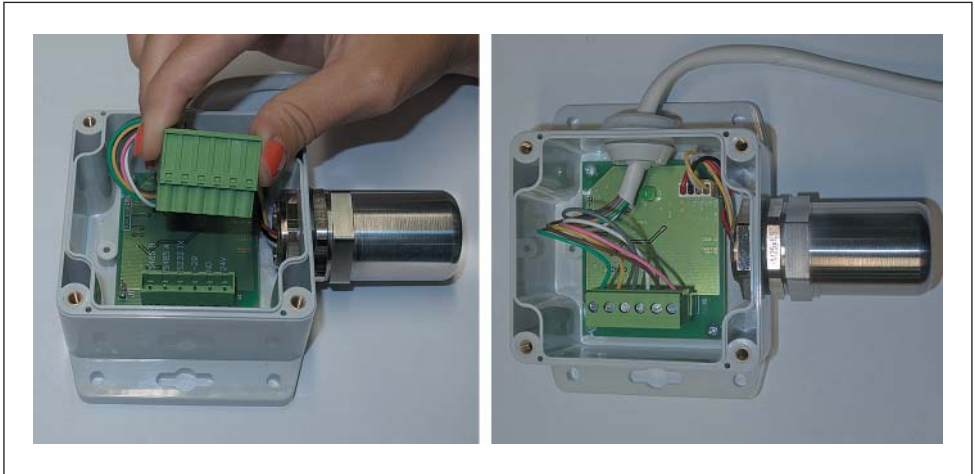

Рис.9. Установка кабельной колодки
- Установите кабельную колодку в коннекторы, убедитесь в том, что защелки зафиксировали разъем (рис.9). Вытяните излишки кабеля наружу через